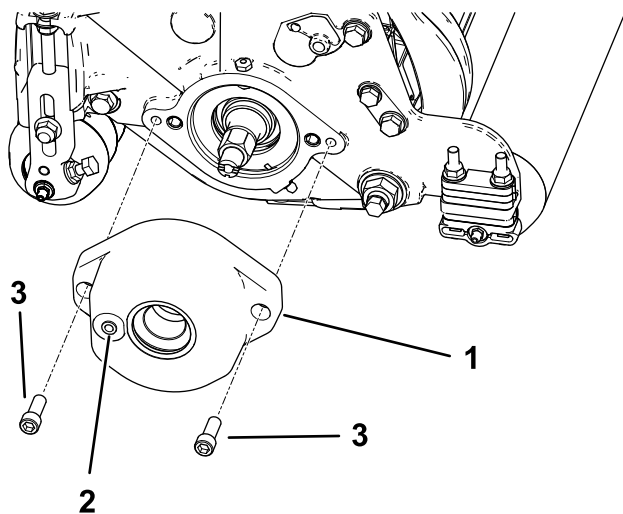

图 4
2. 仅限型号 03408 用 2 个六角螺栓 $\frac{5}{8}$ x 1 英寸将滚筒刷架安装到滚刀轴承座上请参阅 图 4。